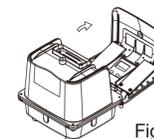

Figure 2
- 3 Retirez le couvercle du filtre tel qu'illustré sur la figure 2.